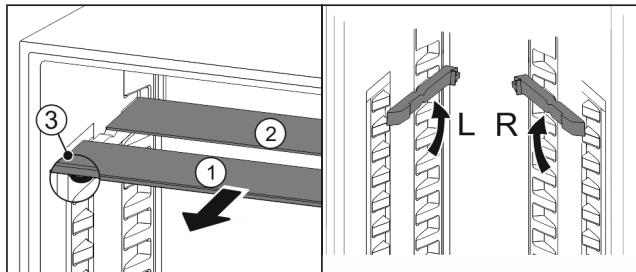

Fig. 76
- Skleněné desky jednotlivě vytáhněte dopředu Fig. 76 (1).
- Skleněná deska Fig. 76 (1) s ozdobnou lištou leží vpředu.
- Zarážky Fig. 76 (3) směřují dolů.